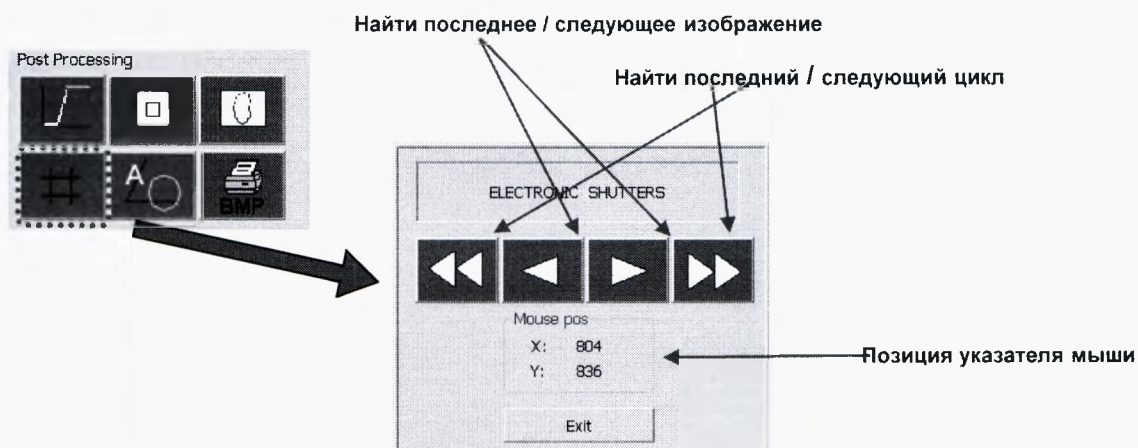

Рисунок 112
9.5.13.5.1 Меню *Электронные шторки* используется для активации электронных шторок (см. рисунок 112).